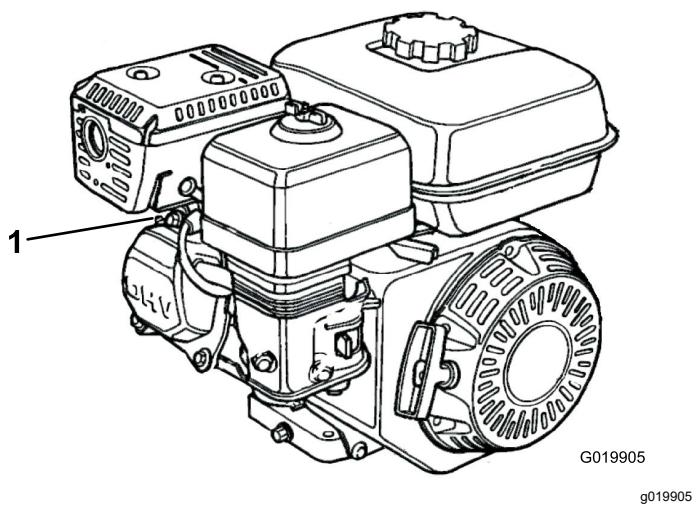

Figura 32
2. Scollegate il cappello dalla candela (Figura 32).